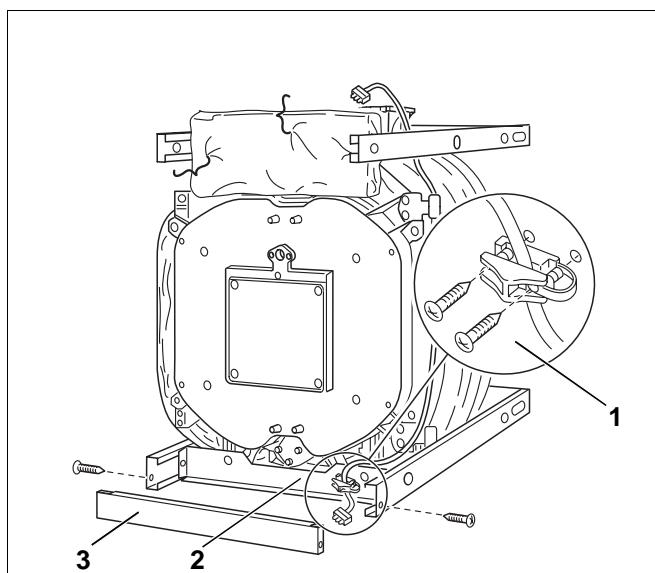

Рис. 40
- Устройство для снятия натяжения кабеля горелки (рис. 40, **поз. 1**) закрепить винтами на нижней поперечной траверсе слева или справа в зависимости от того, как закрывается дверь (рис. 40, **поз. 2** – дверь горелки закрывается справа).
- Переднюю цокольную планку (рис. 40, **поз. 3**) установить спереди в нижние продольные траверсы и закрепить ее к ним винтами.